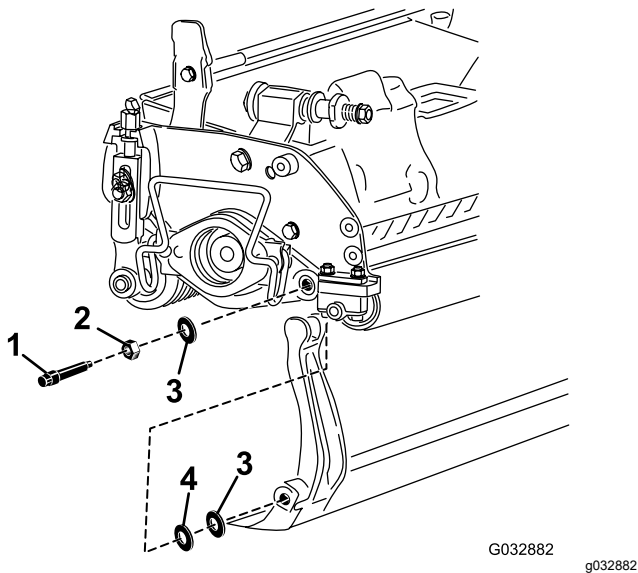

图 15
取下底刀架两端的 2 个尼龙垫圈和 1 个钢垫圈 图 15。
3. 将尼龙垫圈放在侧板凸起的一侧。在两个尼龙垫圈的外侧各放一个钢垫圈图 15。